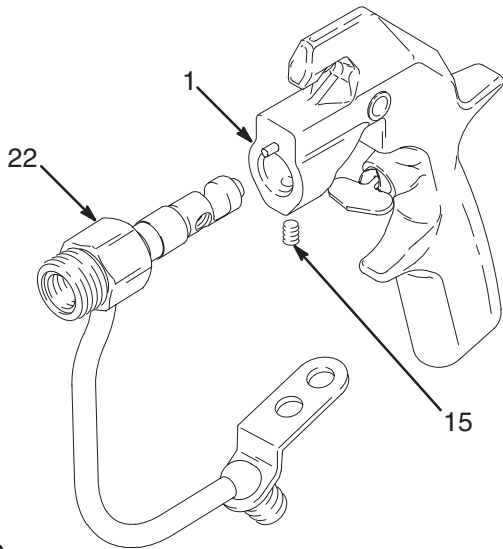

Fig. 10
6. Løsne settskruen (15). Trekk væskehuset (22) ut av pistolkroppen (1). Se Fig. 10.